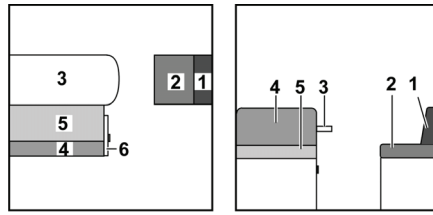

Bild 167 Vor dem Umbau
- Tisch (Bild 167,3) vergrößern und den vergrößerten Hängetisch zum Bettunterbau umbauen (siehe Abschnitt 7.9).
- Griff ziehen und Klappe (Bild 167,6) öffnen.